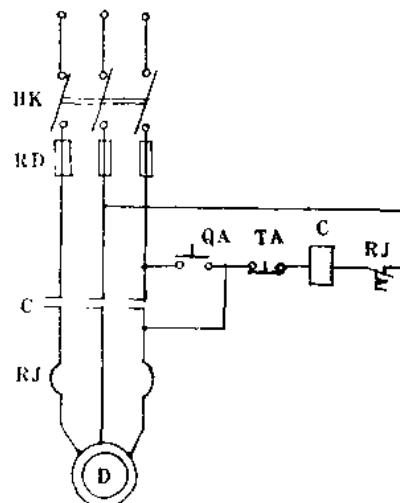

图 3—9
*4—68 如图3—10所示电路图，试分析控制线路中ZJ与SJ的作用。